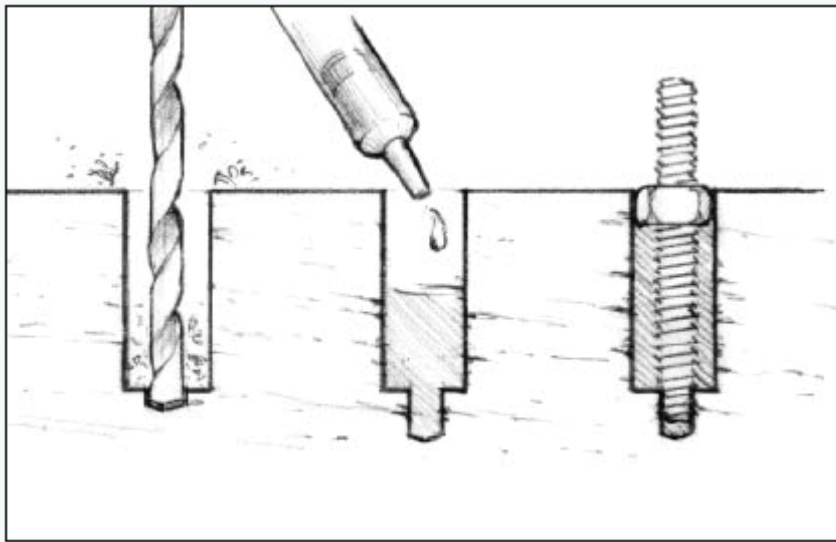

Рис. 20. Установите штифты с резьбой в отверстия в поверхности (для облегчения процесса последующего демонтажа детали)
2. Установите гайку и шайбу на штифты, прогрунтуйте нижние концы смолой и вставьте их в отверстия, заполненные эпоксидной смолой. Перед монтажом оборудования и затягиванием гаек дайте смоле застыть (*Рисунок 20*).